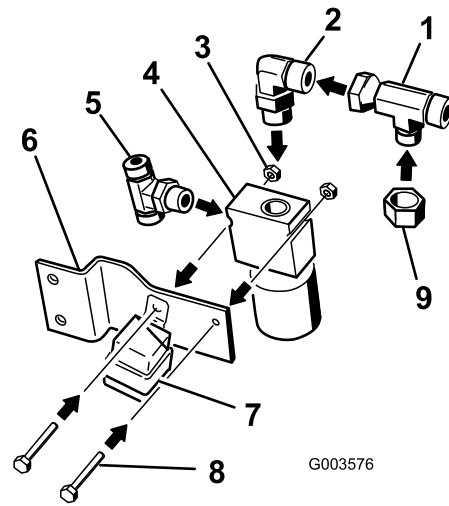

Figura 12
1. Instale los acoplamientos con los ángulos indicados en las figuras. Instale el acoplamiento en T en el lateral de la válvula. Consulte el acoplamiento en T correcto en Figura 12.
2. Instale un codo pequeño de 90 grados en la parte superior de la válvula (Figura 12).
3. Conecte el adaptador en T al codo de 90 grados. Consulte el acoplamiento en T correcto en Figura 12.
4. Instale el tapón en el adaptador en T (Figura 12).
6. Instale la válvula en el soporte de la válvula con 2 pernos ($\frac{1}{4}$ " x $1\frac{3}{4}$ ") y 2 tuercas ($\frac{1}{4}$ "); consulte Figura 12.